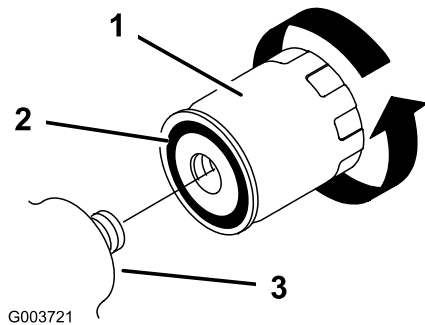

Figura 35
4. Retire el filtro usado (Figura 35) y limpie con un paño la superficie de la junta del adaptador del filtro.
5. Aplique una capa fina de aceite hidráulico a la junta de goma del filtro nuevo (Figura 35).
6. Instale el filtro hidráulico nuevo en el adaptador del filtro (Figura 35). Apriete el filtro en el sentido de las agujas del reloj hasta que la junta de goma entre en contacto con el adaptador del filtro, luego apriete el filtro 1/2 de vuelta más.